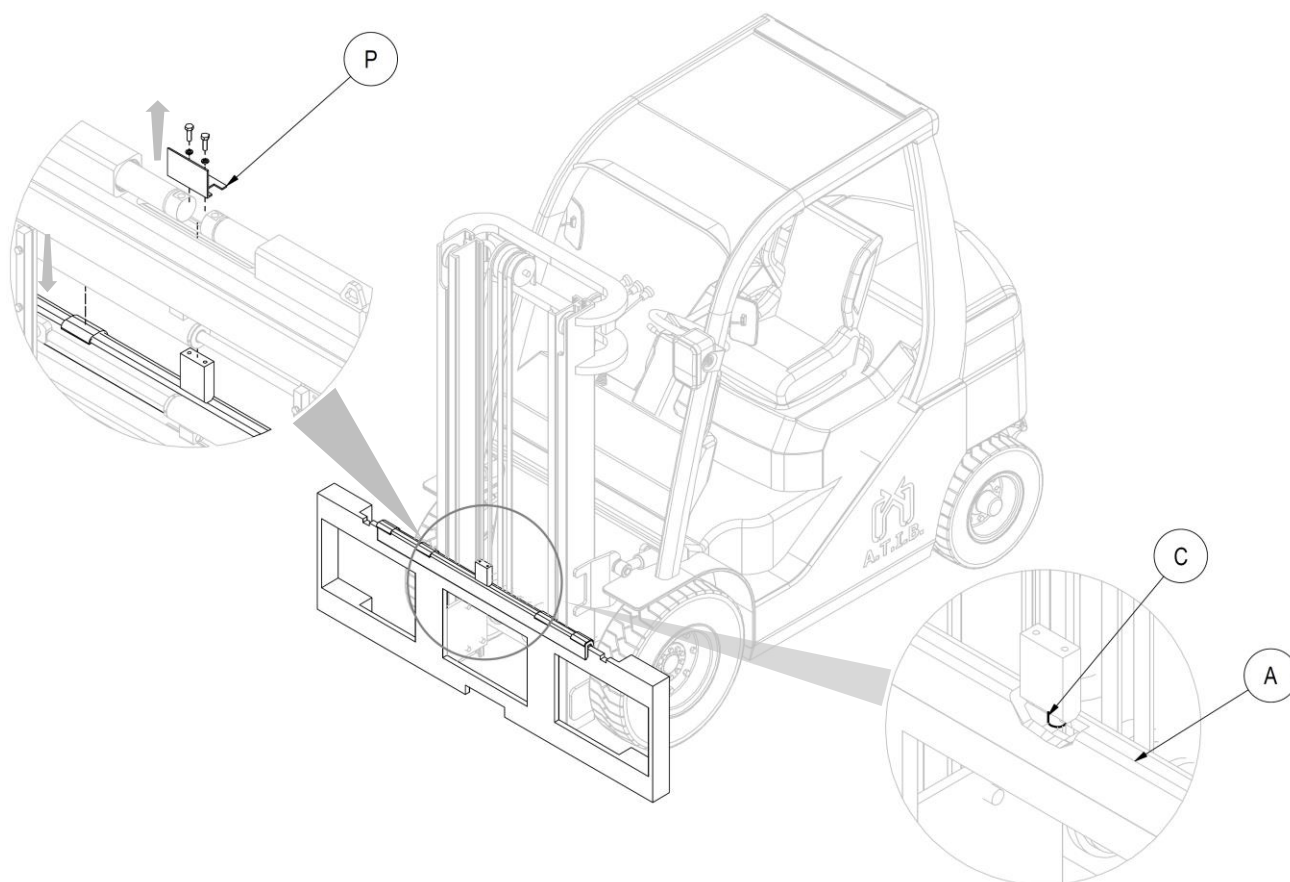

Figura 5
4. Después de retirar el plato protector (P) con los correspondientes tornillos, Tomar el doble gancho A (con relativas deslizaderas y cilindro de desplazamiento), y colocarlo en el perfil superior de la placa porta horquillas, cuidando de encajar el centrador C en la muesca central del mismo (mira *Figura 5*).